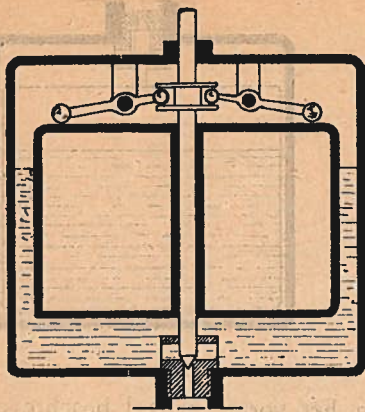

FIG. 7
a) De naald loopt vrij door een kanaal in de vlotter. Aan de naald zijn twee hefbomen bevestigd, welke aan het andere einde contra-gewichtjes dragen. Door deze contra-gewichtjes wordt de naald omhoog gehouden en blijft de inlaat geopend. Stijgt het niveau, dan drukt de vlotter de contra-gewichtjes omhoog en daalt de naald, waardoor de toevoer van benzine afgesloten wordt, zie fig 7.